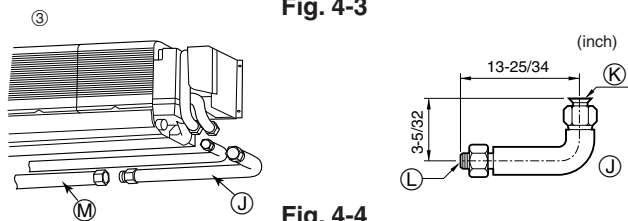

Fig. 4-4
- ③ Tuyau de connexion en L (pour le tuyau de gaz) (Fig. 4-4)